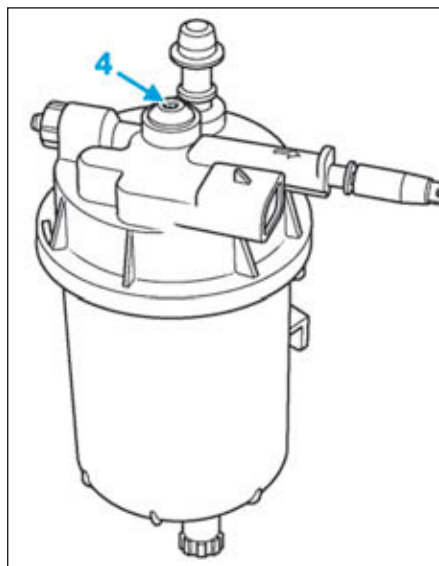

FIG.133
- Déposer la vis (4) (Fig.133) du couvercle avec son joint, le couvercle, le joint de bol et la cartouche filtrante.